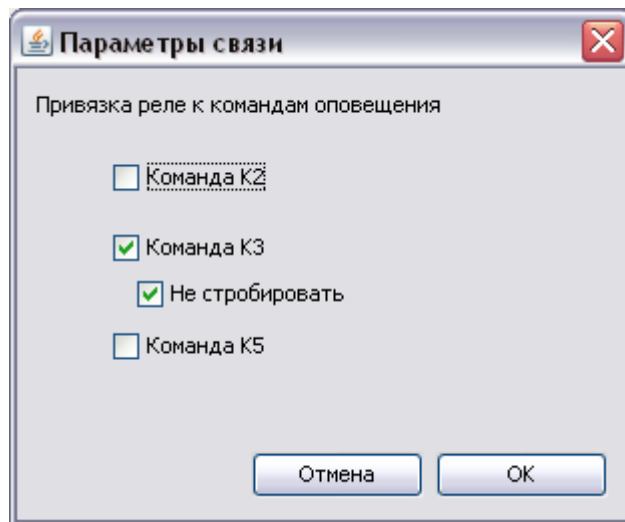

Рисунок 37 – Окно разрешения использования команд оповещения по фидеру №1
- при проведении линий на экран выводится окно «Параметры связи», см. рисунок 37, в котором производится привязка реле к командам оповещения (К2, К3 и К5), т.е. какие команды оповещения могут выполняться при срабатывании этого реле;